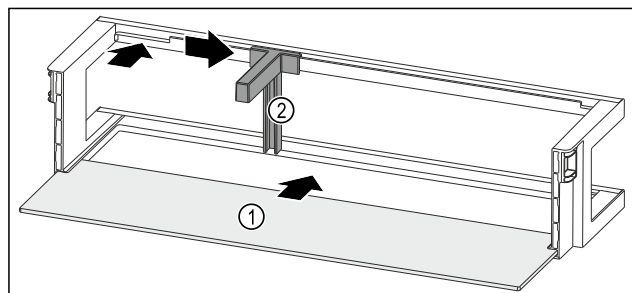

Fig. 216 Balconnet de contre-porte avec tablette de rangement
- Insérer la tablette de rangement Fig. 216 (1) dans les évidements latéraux.
- Insérer le range-bouteilles Fig. 216 (2) dans l'évidement.
- Pousser le range-bouteilles Fig. 216 (2) sur le côté en position souhaitée.